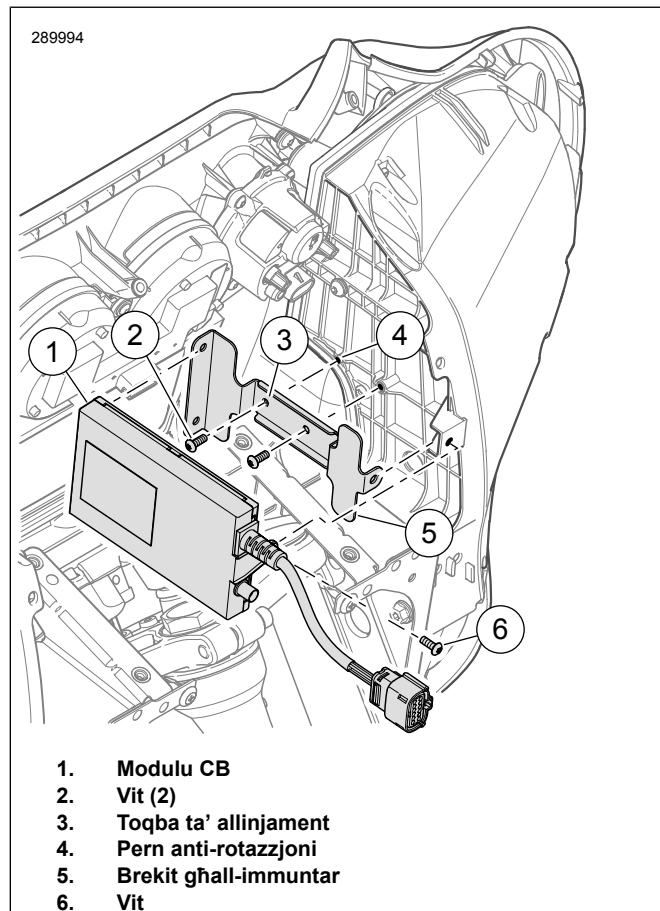

Figura 2. Installa l-modulu CB: Mmuntata Furketta tal-Fairing
1. Ara Figura 2 . Allinja t-toqba (3) fil-brekit tal-immuntar (5) b'pern anti-rotazzjoni. (4).
2. Installa l-viti (2). Issikka.